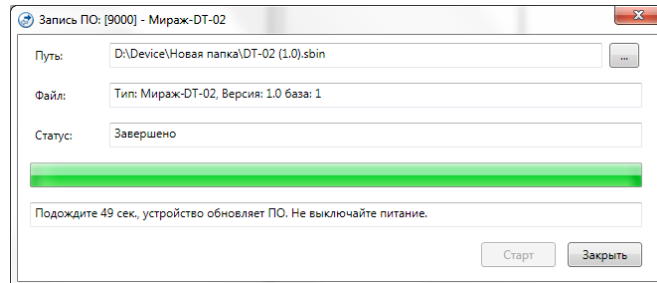

Рис. 61 Запись программного обеспечения
- ✓ В появившемся окне *Запись программного обеспечения* нажмите кнопку *Старт* (рис. 61). Процесс записи программного обеспечения отображается в окне *Запись программного обеспечения*